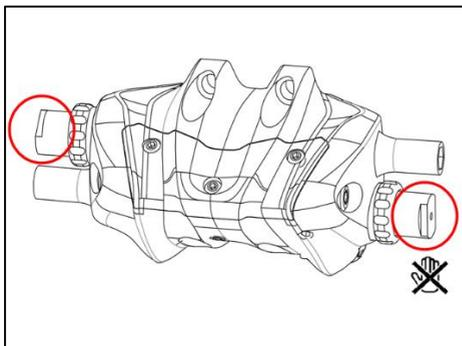

Fig. K-1 請勿按壓圓圈處
- 在系統尚未安裝完成前，請不要按壓本體側邊的圓形活塞(如 Fig. K-1 所示圓圈處)，可能會造成本體滲油導致系統故障